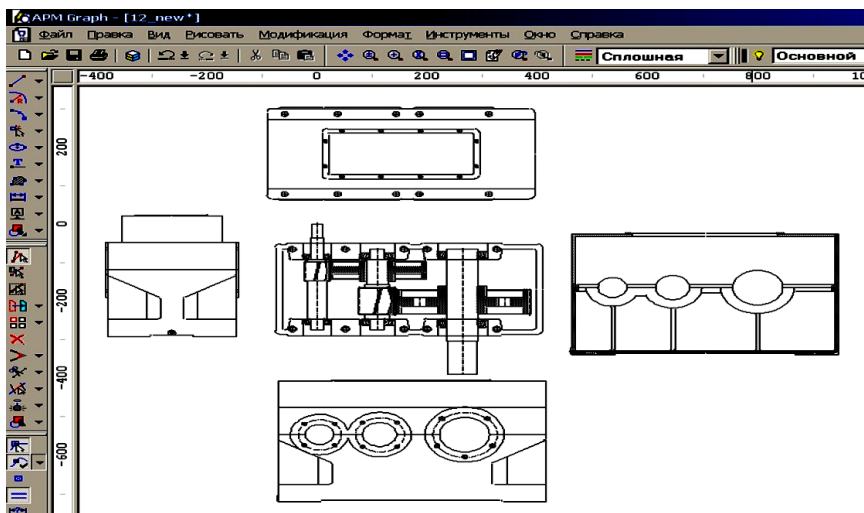

Рис. 62
9. Генерация чертежей спроектированного редуктора. Для генерации чертежа спроектированного редуктора вала нужно на панели инструментов «Основная» основного окна модуля APM Drive нажать кнопку «*Экспорт*» (меню *Файл/Экспорт*), а затем сохранить чертеж как файл с расширением *.agr. После этого произойдет запуск плоского чертежного редактора APM Graph, в окне которого будет показана заготовка сборочного чертежа рассчитанного редуктора (вместе с корпусом), а также различные виды корпуса (рис. 62).